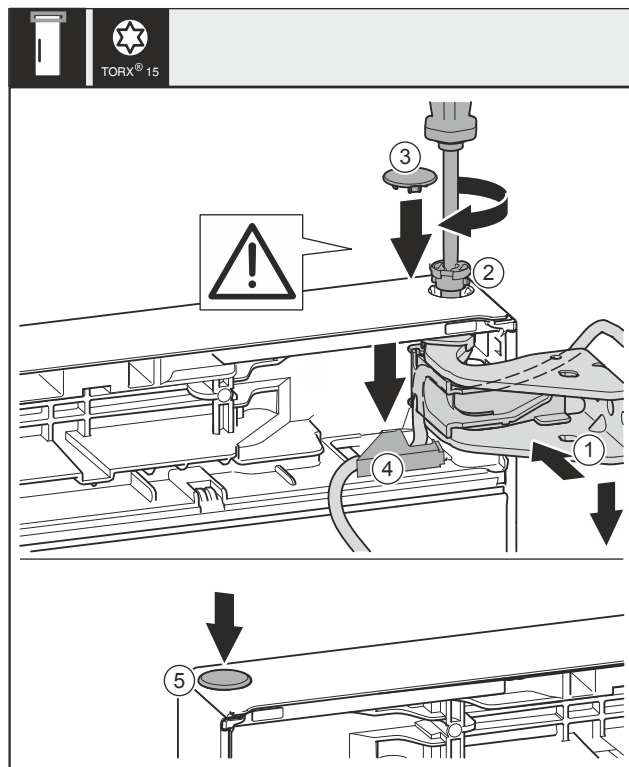

Fig. 45
- ▶ Выровняйте дверь сверху по отверстию в опорном кронштейне Fig. 45 (1).
- ▶ Вставьте палец Fig. 45 (2) и затяните отверткой.
- ▶ Установите предохранительную крышку для защиты двери: вставьте предохранительную крышку Fig. 45 (3) и проверьте, прилегает ли она к двери. В ином случае вставьте палец полностью.
- ▶ Установите крышку Fig. 45 (4) и прижмите вниз до момента фиксации.
- ▶ Вставьте заглушку Fig. 45 (5).